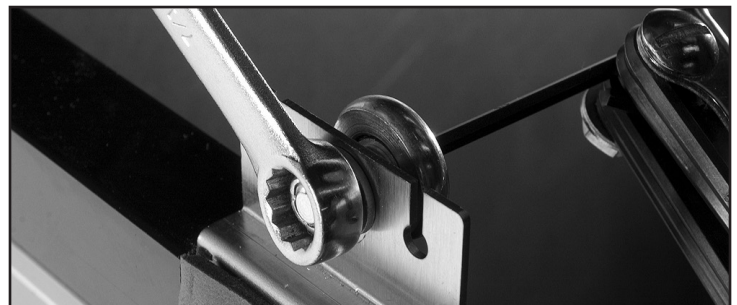

Abb. 1 Einstellen der Laufrolle
2. Dazu die Laufrolle mit einem 7/16"-Schraubenschlüssel oder einem verstellbaren Schraubenschlüssel und einem 1/8"-Inbusschlüssel lösen und innerhalb des Laufrollenschlitzes versetzen. Die Laufrolle in der neuen Position festschrauben. Siehe Abb. 1.